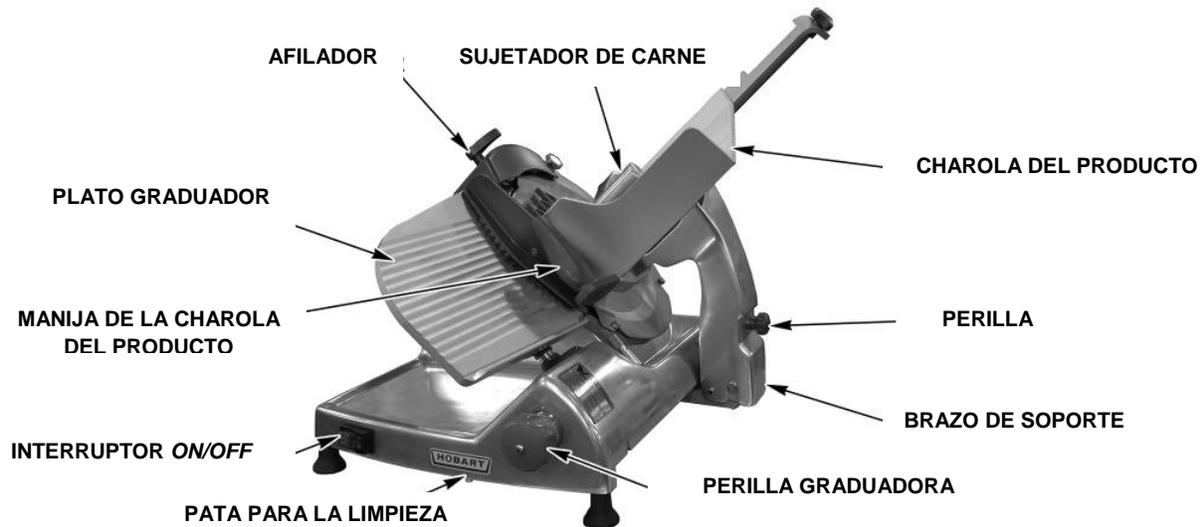
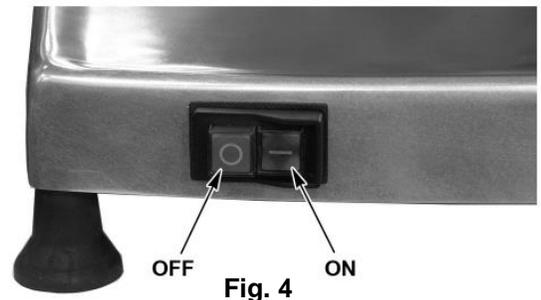

Fig. 3
Fig. 4
- Cierre el plato graduador (Fig.3) girando la perilla graduadora (Fig.3) en el sentido de las manecillas del reloj.
- Levante el sujetador de carne (Fig.3) a la parte superior de la charola de producto para dejarlo en la ranura del sujetador.
- Coloque el producto que se va a rebanar contra el plato graduador (Fig.3) en la charola de producto (Fig. 3).
- Prenda la rebanadora presionando el botón ON (Fig. 4).
- Use la manija de la charola de producto (Fig. 3) para empujar y jalar hacia atrás y hacia adelante la charola para el rebanado. Cuando termine, apriete el botón OFF (Fig.4) para detener la rebanadora